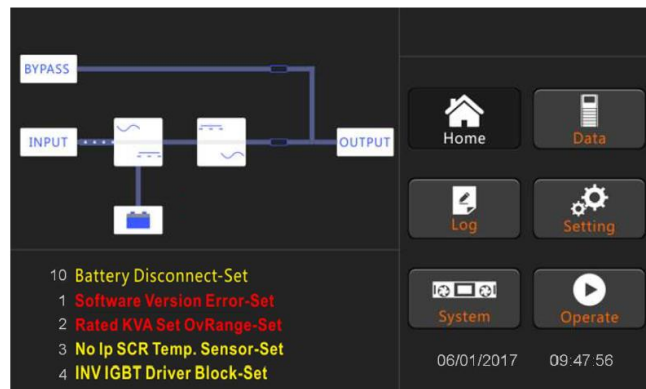

Рисунок 48. Интерфейс запуска выпрямителя
4. На домашней странице дисплея показывает, что выпрямитель системы работает, и индикатор мигает (Рисунок 48).